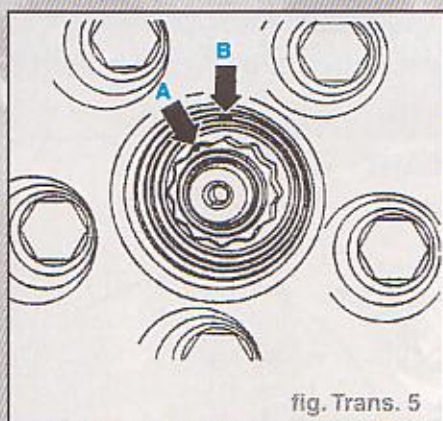

fig. Trans. 5
- repérer la pointe d'un des douze pans de l'écrou par un trait (flèche A) (fig. trans. 5).